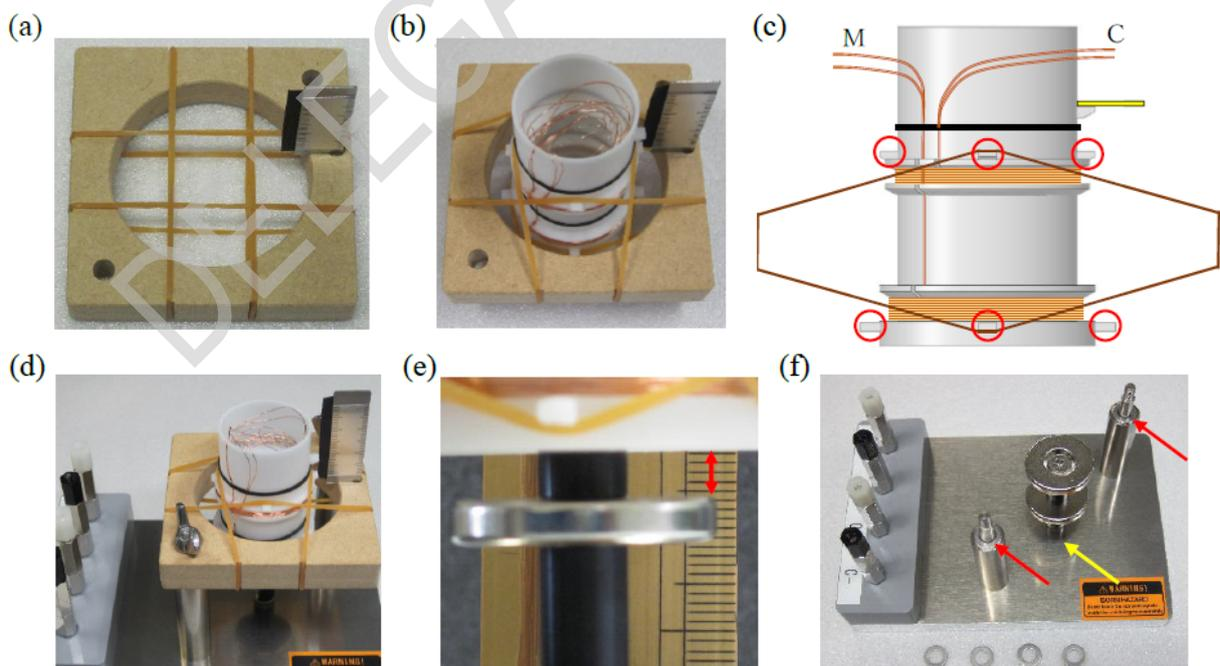

Abbildung 3: Aufbau des Oszillators.
1. Entferne die Oszillatorhalterung vom Befestigungssockel. Wickle die vier Gummibänder gitterförmig um die Oszillatorhalterung (siehe Abb. 3(a)).
2. Führe den zylindrischen Oszillator von der Seite des Maßstabes her in die quadratische Öffnung in der Mitte der gekreuzten Gummibänder ein. Achte darauf, dass die Drähte auf der anderen Seite des Maßstabes sind (Abb. 3(b)).
- Der Oszillator ist so konstruiert, dass er mit vier Gummibändern und acht kleinen Haken (rot eingekreist in Abb. 3(c)) in der Halterung hängt. Das Gummiband formt in der Seitenansicht ein Sechseck (Rhombenstumpf).
- Befestige die Halterung mit zwei Flügelschrauben wieder an den vorgesehenen Metallstäben. Der Maßstab sollte dabei senkrecht nach oben zeigen und auf der Seite gegenüber der Polklemmen zu liegen kommen (Abb. 3(d)).
- Die Hauptspule sollte in der Ruhelage mittig zwischen den beiden Magneten sitzen. In dieser Position beträgt der Abstand zwischen der Oberseite des unteren Magneten und der Unterseite des Oszillators 3 bis 5 mm (Abb. 3(e) roter Pfeil). Wenn der Abstand zu klein ist, kannst du Beilagscheiben zwischen die Metallstäbe und die Halterung (Abb. 3(f) rote Pfeile) legen. Wenn der Abstand zu groß ist, schraube den Stab mit der Magneteinheit ab und lege Beilagscheiben darunter (Abb. 3(f) gelber Pfeil).
1. Suche das richtige Paar Drähte, die zur Hauptspule (M) und zur Steuerspule (C) (Abb.3(c)) führen, und ziehe sie aus dem Inneren des Oszillators vorsichtig heraus (Abb.3(b)). Prüfe, ob die losen Drahtenden frei von Isolierlack sind.